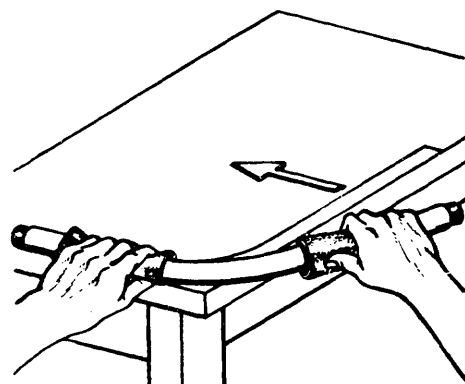

Fig. 8
- 2) Mantenga el tubo con la parte aplastada contra el banco (fig. 8).